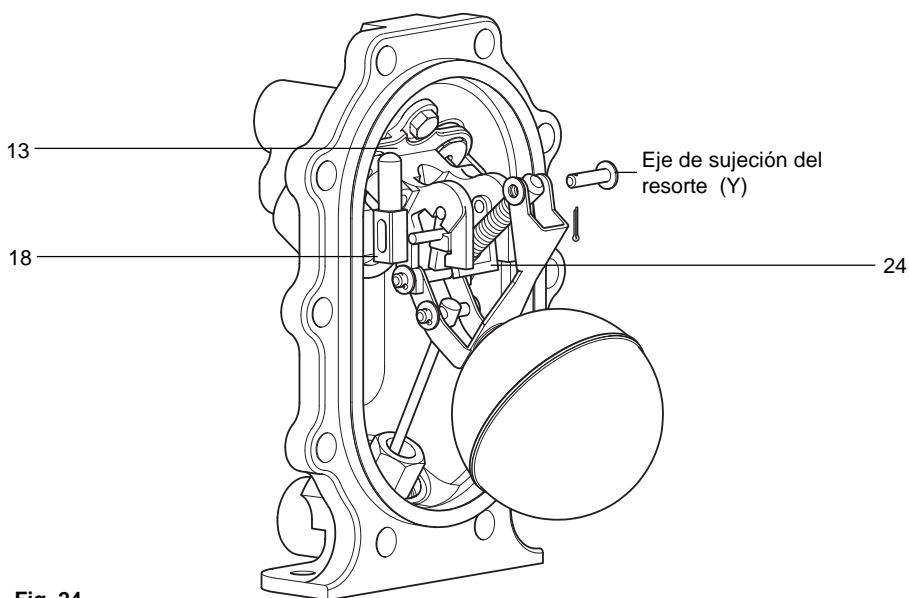

Fig. 24
15. Para desmontar la válvula de salida (ítem 18), quite el pasador, arandela y eje (Y) del punto de pivotaje del resorte superior (Ver Fig. 24).
18. Alinee la ranura de la válvula de salida (ítem 18) con la espiga del brazo actuador (ítem 24) (Ver Fig. 24).